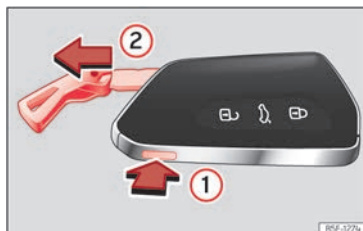

Abb. 70 Fahrzeugschlüssel: Schlüsselbart herausziehen.
- Drücken Sie die Taste » (Abb. 70) ①, um die Öse als Schlüsselband freizugeben und den Schlüsselbart herauszuziehen ②. Durch leichten Druck auf die Öse wird diese als Schlüsselband freigegeben.
- Zum Entriegeln drücken Sie die Taste » (Abb. 70) ①. Halten Sie die Taste ① gedrückt und ziehen Sie gleichzeitig die Öse in Pfeilrichtung » (Abb. 70) ②, um den Schlüsselbart vollständig herauszuziehen.